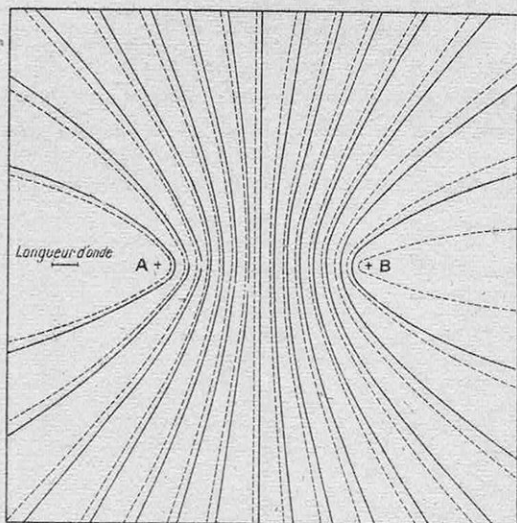

FIG. 2. — LE RÉSEAU DES HYPERBOLES DE DÉPHASAGE CONSTANT ENTRE LES ONDES ÉMISES SYNCHRONIQUEMENT PAR DEUX STATIONS
BM. Si le point M est tel que la différence des distances AM et BM est un multiple de la longueur d'onde, ce décalage est nul; les ondes sont dites « en phase ». Le point M est alors situé sur un réseau d'hyperboles (fig. 2) ayant pour foyers A et B (il y a autant d'hyperboles dans ce faisceau que la distance AB contient de fois la demi-longueur d'onde de l'émission) (1).
Entre ces hyperboles de concordance des émissions, on observe un décalage plus ou moins accentué, ou *déphasage* (2). Pour une même valeur du déphasage, tous les points M se placeront sur un nouveau réseau d'hyperboles, tel que celui représenté en pointillé sur la figure 2. La mesure de ce déphasage, effectuée grâce à un « phasemètre », permet donc de déterminer à quel réseau appartient le point M; l'indéter-
(1) On sait en effet que, de même que l'ellipse est le lieu géométrique des points dont la somme des distances à deux points fixes est constante, l'hyperbole est le lieu géométrique des points dont la différence des distances à deux points fixes est constante. En faisant varier la valeur de cette somme ou différence, on obtient toutes les ellipses ou hyperboles ayant ces deux points pour foyers.
(2) Deux oscillations de même période sont dites « en phase » si elles passent au même instant par leur amplitude maximum. Si la simultanéité n'est pas réalisée, il y a « déphasage », et cette « différence de phase » s'exprime en fractions de la période à laquelle, puisqu'il s'agit d'un phénomène cyclique, il convient d'attribuer la valeur de 360°. On aura ainsi des différences de phases, ou déphasages, de 10°, 30°, 90° (quand les oscillations sont en « quadrature »), 180° (quand les oscillations sont en opposition), etc.